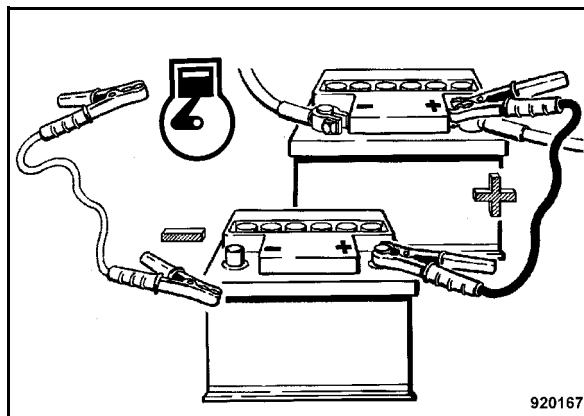

Fig. 41
- A continuación conectar el cable de masa primero con el polo negativo de la batería auxiliar suministradora de corriente y después con una masa del motor o de la carrocería tan lejos posible de la batería (Fig. 41).